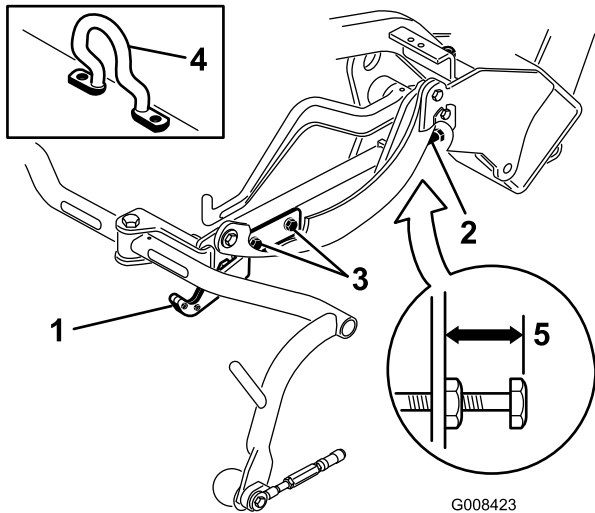
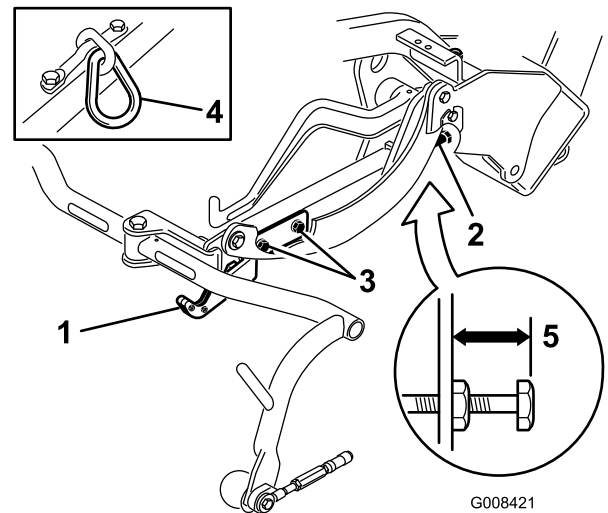
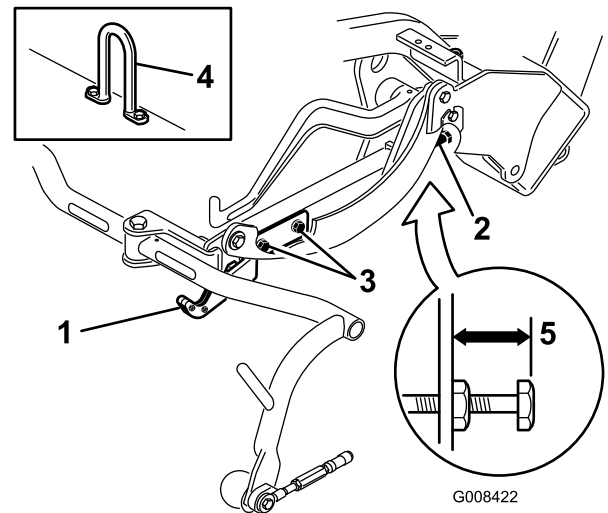

Figura 11
Figura 12
Figura 13
Controllate l'altezza di trasferimento (Figura 12 e Figura 13) e regolatela se necessario.
2. Sugli apparati di taglio dotati di un gancio di sollevamento sfalsato (riquadro Figura 11), verificate che la distanza dalla parte superiore della vite di regolazione del telaio portante alla parte posteriore del telaio portante sia pari a 25 mm. Se la distanza non è di 25 mm, passate al punto 4.
3. Sugli apparati di taglio dotati di un gancio di sollevamento sfalsato (riquadri Figura 12 e Figura 13), verificate che la distanza dalla parte superiore della vite di regolazione del telaio portante alla parte posteriore del telaio portante sia pari a 22 mm. Se la distanza non è di 22 mm, passate al punto 4. Se l'elemento di taglio è dotato di gancio di sollevamento sfalsato (Figura 11), passate al prossimo punto.
4. Allentate le viti di montaggio della piastra di trasferimento (Figura 12, Figura 13 e Figura 11).
7. Se i telai portanti non si trovano alla stessa altezza, allentate il controdado della vite di regolazione del telaio portante (Figura 11, Figura 12 e Figura 13). Ruotate la vite, svitandola per sollevare il telaio e avvitando per abbassarlo. Serrate il controdado una volta raggiunta l'altezza corretta.